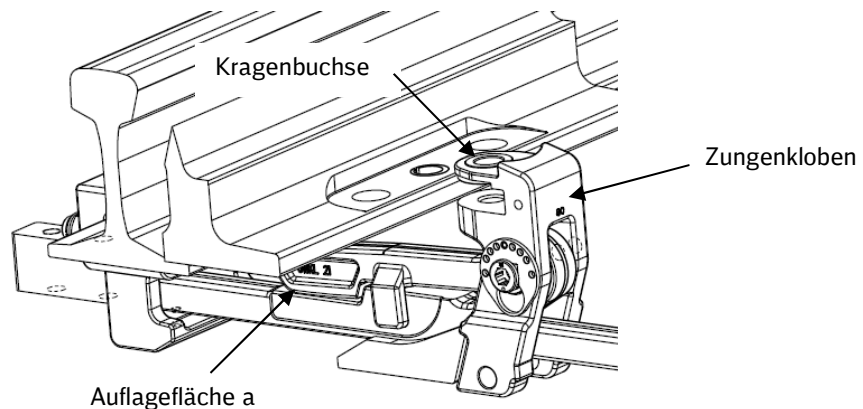

Bild 5 Montage des Zungenklobens
- Im Auslieferungszustand ist die Kragenbuchse (10) zur leichteren Erstmontage mit dem Zungenkloben (1) verklebt. (Bild 5)